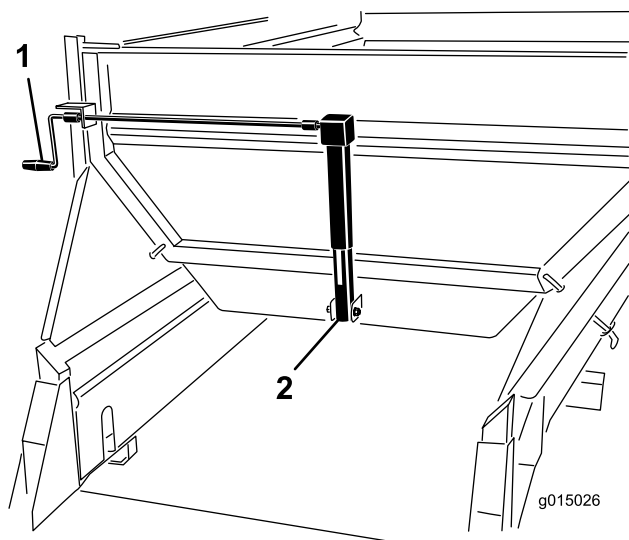

Figura 46
Rode o arrancador para ajustar a porta (Figura 46) até que a seta fique alinhada com o centro da cor desejada (amarelo, neste exemplo).
1. Rode o arrancador para ajustar a porta (**Figura 46**) até que a seta fique alinhada com o centro da cor desejada (amarelo, neste exemplo).